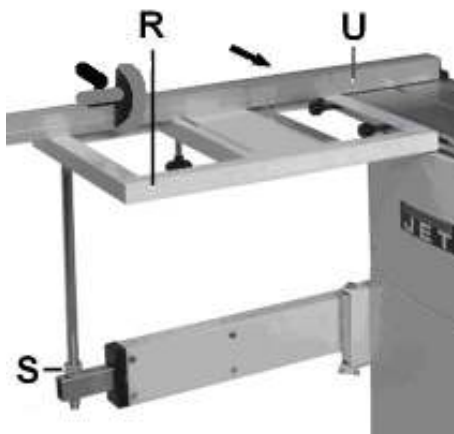
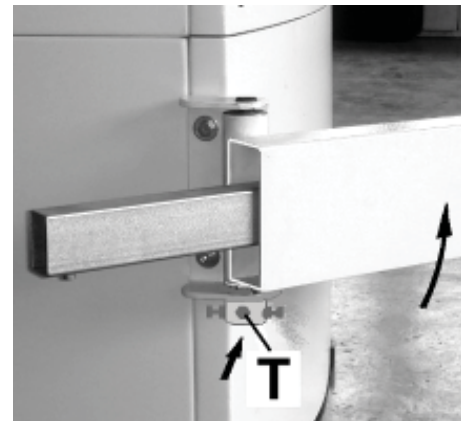

Рис. 12
Рис. 13
- Стол каретки устанавливается на телескопической штанге (R, рисунок 12).
- Телескопическая штанга регулируется на заводе. Каретка перемещается к телескопической штанге под прямым углом (как показано на рис. 12).
- Установите шкалу поперечного упора при помощи гаек (S) на уровне рабочего стола станка.
- Используйте поперечный упор(U) в качестве поверочной линейки.
- Переместите каретку вперед. В случае понижения высоты стола необходимо закрепить левый болт (Т, рис. 13).
- Не устанавливайте поперечный упор (рис. 12,U) во время работы станка.
- Регулировка упора на 90° (R, рис. 12) производится на заводе. Для перестановки центр вращения необходимо переместить в Т-образном пазе торцовочного упора. Проверьте правильность установки на пробной заготовке.